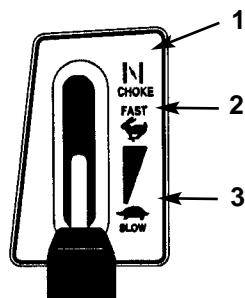

Fig. 9
5. Spostate la leva del gas in posizione arricchitore ("CHOKE") (Fig. 9).
7. Quando il motore si avvia, spostate lentamente la leva del gas in posizione "FAST"(marcia) (Fig. 9). Se il motore si ferma o non si avvia correttamente, riportate la leva su arricchitore ("CHOKE") per alcuni secondi; portate quindi la leva del gas su "FAST". Se necessario, ripetete questa procedura.
1. Spostate la leva del gas in posizione "SLOW" (Fig. 9).